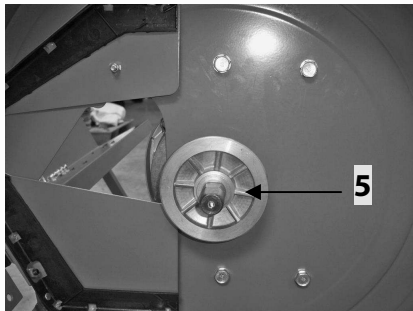
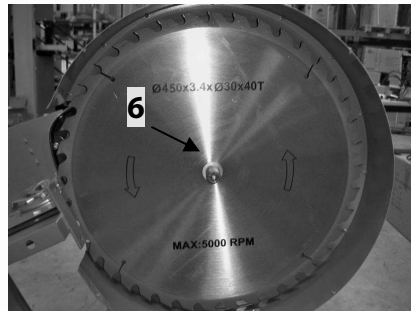
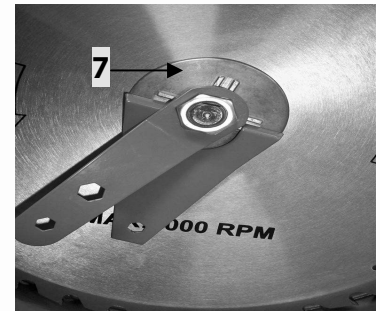

Fig 15
Fig 16
Fig 17
- Placez la flasque de centrage (5) sur l'arbre du moteur (Voir Fig 15), positionnez la lame (6) en respectant le sens de rotation (Voir Fig 16).
- Placez la flasque de serrage (7), la rondelle (8), l'écrou de blocage (9).
- Utilisez la clé de blocage et la clé de serrage pour fixer la lame (Voir Fig 17).